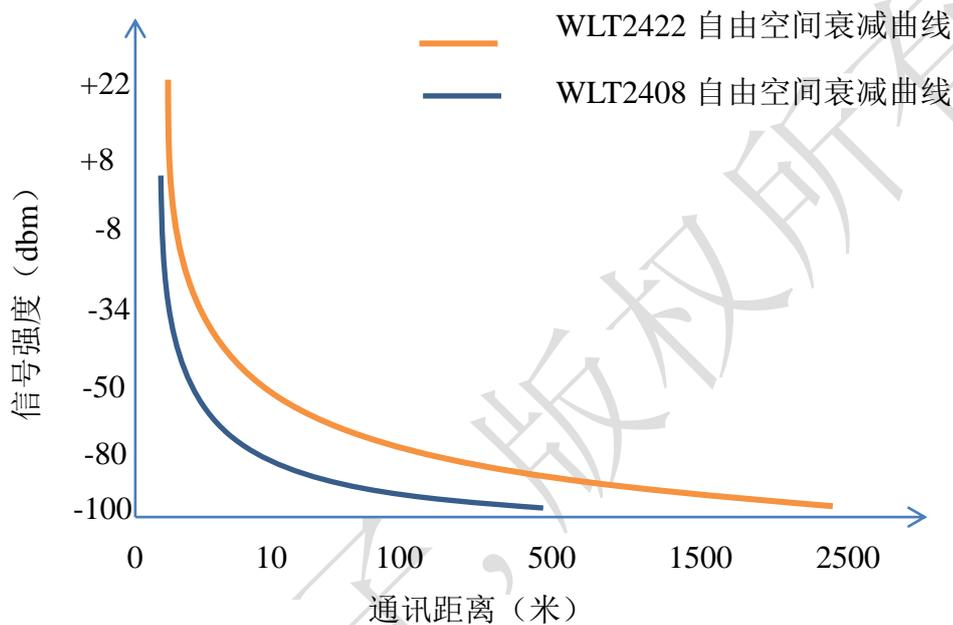

图 1-1 2.4Ghz 信号随距离衰减图
2.4GHz 信号的自由空间衰减是指数型的(如图 1-1 所示),离信号源处一米衰减接近 40dBm,但是到了远传,衰减就小了,距离 8dBm 功率输出节点(如 WLT2408) 400 米的位置,信号强度为-96dBm(中间无明显遮挡物),到达 500 米,信号强度为-97dBm, 1dBm 信号在远处可以延长通讯距离将近 100 米的距离。